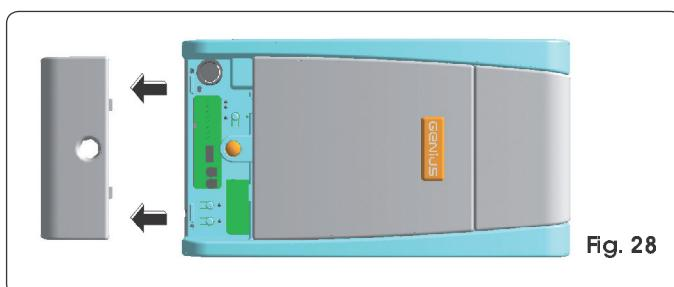

Fig. 28
**El ciclo de SET UP debe realizarse con el carter de plástico montado. Es suficiente quitar la portezuela posterior. (Fig. 28). Aferre con las dos manos la portezuela posterior y tire de la misma con cuidado hacia abajo. Una vez terminadas las operaciones indicadas en este capítulo, monte de nuevo la portezuela.**